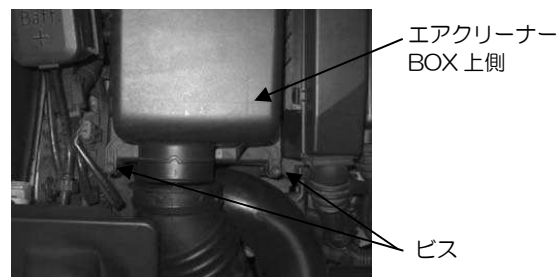

図 2
- 2) エアクリーナー-BOX 手前側のビス 2 箇所を取り外し、クリーナー-BOX 上側を取り外します。図 2 参照